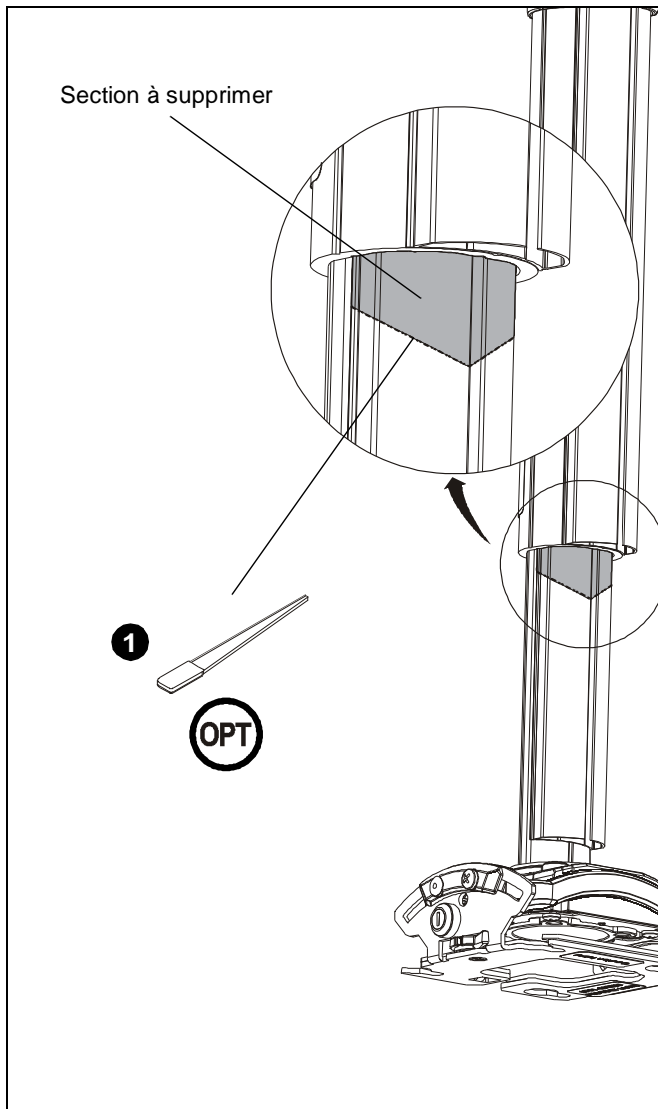

Figure 27
1. **(En option)** Utilisez un couteau tout usage pour couper une section du cache-câble inférieur pour créer un plus grand espace afin de permettre aux câbles de passer dans le cache-câble supérieur. (Voir la Figure 27)